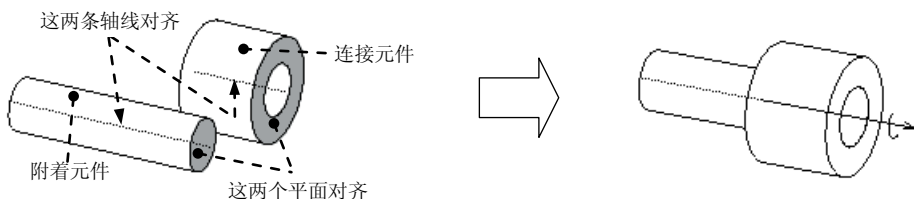

图 12.2.2 销钉 (Pin) 接头
① 在操控板的约束集列表中选择 **销钉** 选项, 此时系统显示“装配”操控板。
② 单击操控板中的 **放置** 按钮, 在弹出的界面中可看到, 销钉连接包含两个预定义的约束: **轴对齐** 和 **平移**。
③ 为“轴对齐”约束选取参照。分别选取图 12.2.2 中的两条轴线 (元件 MECH_PIN.PRT 和 MECH_CYLINDER.PRT 的中心轴线)。
④ 为“平移”约束选取参照。分别选取图 12.2.2 中的两个平面 (元件 MECH_PIN.PRT 和 MECH_CYLINDER.PRT 的端面) 以将其对齐, 从而限制连接件沿轴线平移。